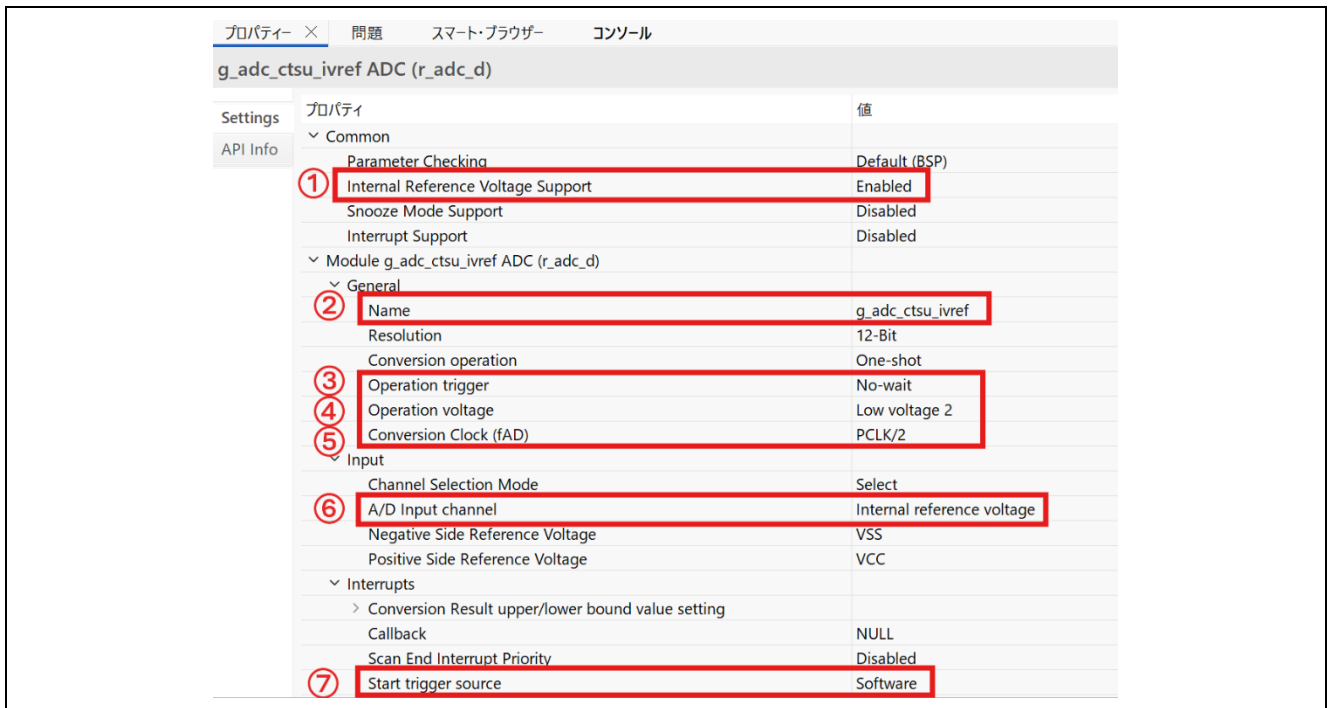

図 6-6 "g_adc_ctsu_ivref"の設定 (RA0L1/LV モード)
9. “g_adc1 ADC”を選択し、[プロパティ]をクリックします。図 6-6 に示す通り、以下の設定を変更してください。
- ①. [Common] -> [Internal Reference Voltage Support]で”Enable”を選択。
- ②. [General] -> [Name]で名前を”g_adc_ctsu_ivref”に変更。
- ③. [General] -> [Operation trigger]で”No-wait”を選択。
- ④. [General] -> [Operation voltage]で”Low Voltage 2”を選択。
- ⑤. [General] -> [Conversion Clock (fAD)]で”PCLK/2”を選択。
- ⑥. [Input] -> [A/D Input Channel]で”Internal reference voltage”を選択。
- ⑦. [Interrupts] -> [Start trigger source]で”Software”を選択。